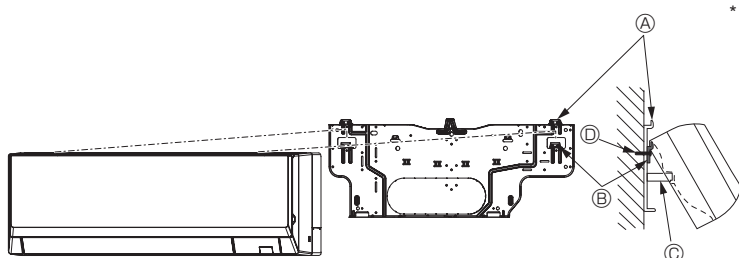

Fig. 3-12
• Ішкі блокты әдеттегі ілмекпен ілу немесе көтеру мүмкін емес кезде (2.1. өлшемді Ⓢ (төбе мен құрылғы арасындағы саңылау) 75 мм не одан аз), сол жақ құбырлар үшін құрылғыны төменгі ілмекке іліңіз. (Fig. 3-12)
(Fig. 3-12)